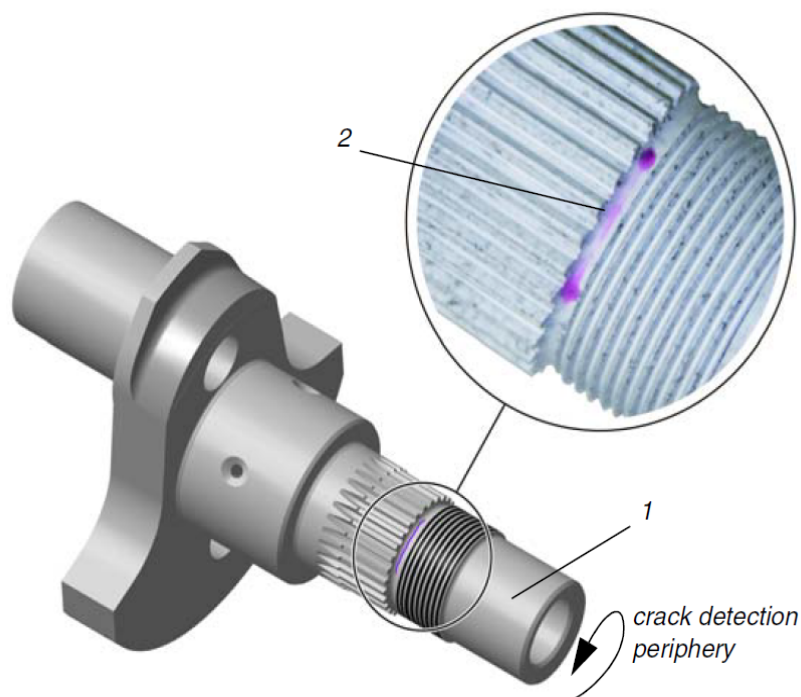

Рисунок 1
См. Рисунок 1
- Осмотр поверхности (рис. 1 поз. 2) на предмет наличия трещин, производится методом использования «проникающей краски» в соответствии с требованиями проведения неразрушающего контроля, установленными авиационными властями вашего региона.